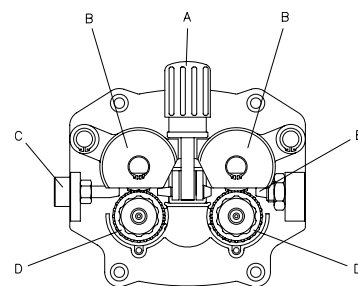

FIG. 5
- Desserrer et abaisser le bouton en plastique (A) et relâcher le levier presse-fil (B)(Fig.5). Extraire les résidus de fil éventuels de la gaine guide-fil (E).
- Relâcher le fil de la bobine et le tenir serré avec une paire de pinces de façon à ce qu'il ne puisse pas se dérouler. Si nécessaire, le redresser avant de l'introduire dans le guide d'entrée (C) du fil. Y introduire le fil en le faisant passer au-dessus du galet inférieur (D) et dans la gaine guide-fil (E).
- Ouvrir le panneau latéral. Desserrer et abaisser le bouton en plastique (A) et relâcher le levier presse-fil (B) (Fig.5). Couper le fil (s'il a déjà été chargé) en le tenant toujours serré avec des pinces de façon à ce qu'il ne se déroule pas et le lier sur le trou spécifique du rochet. Dévisser la buse, enlever la pointe de la torche et avec une paire de pinces extraire le fil de la gaine. Désassembler la torche de la machine.
- La positionner sur une surface plane et enlever doucement l'écrou en laiton (1).
- Extraire la gaine (2).
- Introduire la nouvelle gaine et remonter l'écrou en laiton (1).